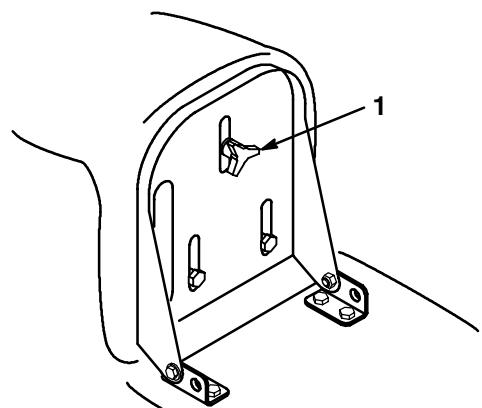

Abbildung 3
1. Den Sitz anheben und den Einstellknopf lösen (Abb. 3).